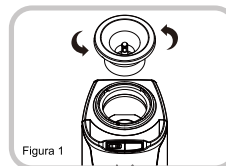

Figura 1
2. Saque el embudo girándolo en sentido antihorario. (Figura 1)